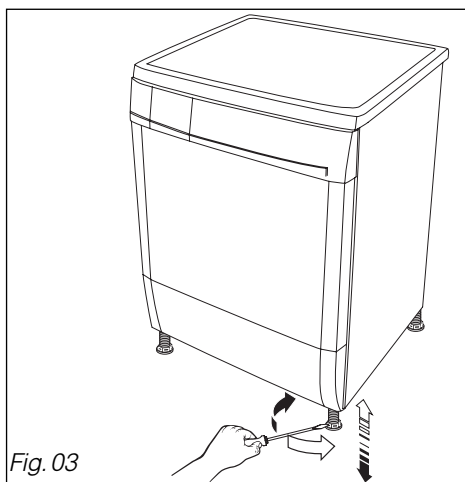

Fig. 03
Su secadora está equipada con 4 patas ajustables (Fig. 03). Para ajustar su horizontalidad y su estabilidad:
- En función de la configuración del suelo, atornille o desatornille, con ayuda de una llave o de un destornillador, una pata o varias patas para ajustar su altura (Fig. 03).